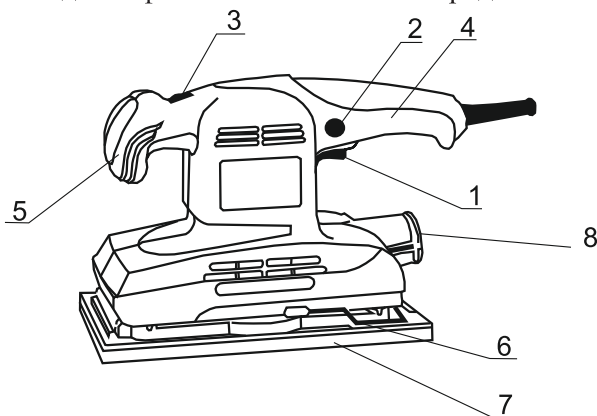

рис. 1
4.1 Общий вид шлифмашины схематично представлен на рис. 1